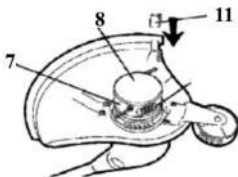

Рис.16
1.Сильно нажмите на две кнопки, освобождающие крышку катушки (8). См.рис.16